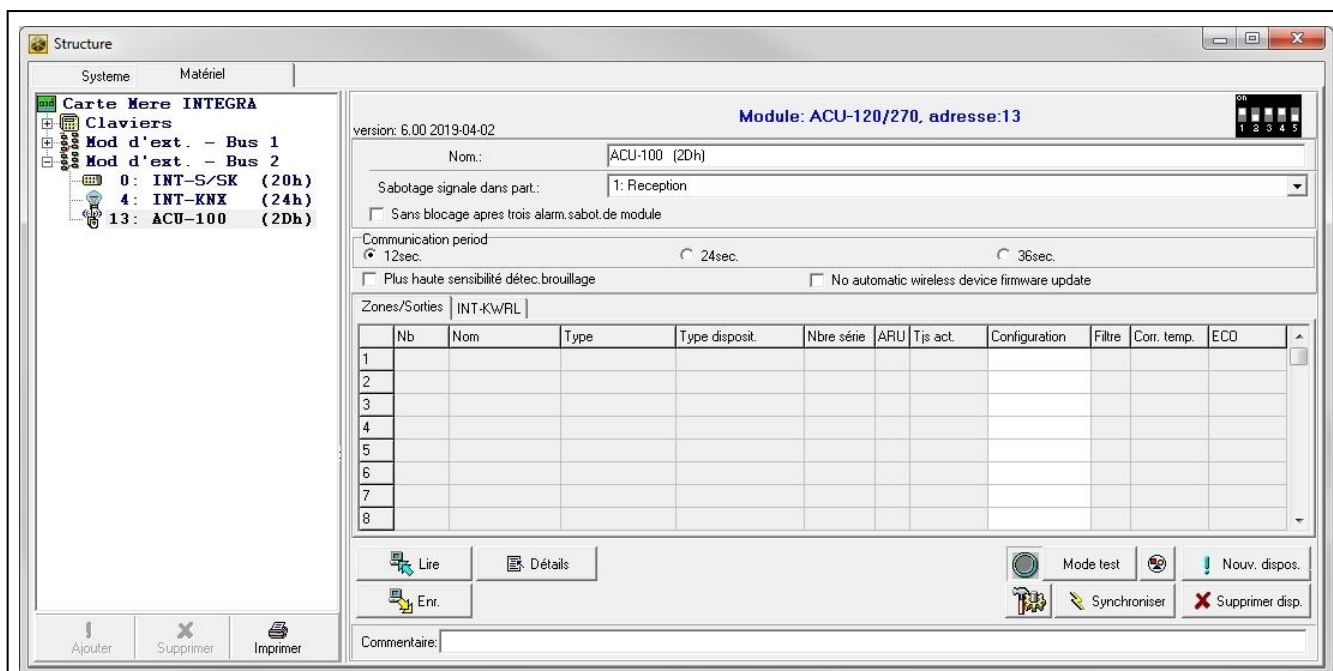

Fig. 22. Program DLOADX : paramètres et options du contrôleur connecté à la centrale INTEGRA / INTEGRA Plus.
- programme DLOADX : fenêtre « Structure » → onglet « Matériel » → branche « Modules d'extension » → *[nom du contrôleur]* (fig. 22).